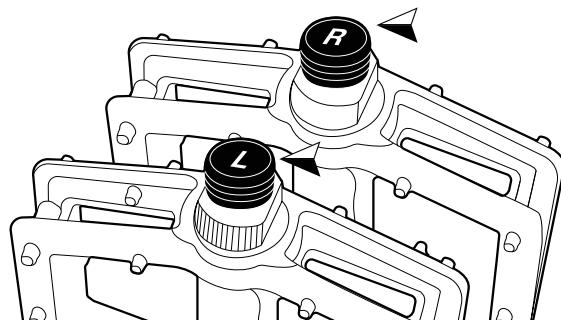

Figure 13. Repère «R» (Right = Droite) et «L» (Left = Gauche)
2. Vissez la pédale de droite (repère « R ») sur la pédale, pédale sans rainures, voir *Figure 13*) dans le sens des aiguilles d'une montre sur la manivelle côté plateau du pédalier.
3. Visser la pédale de gauche (repère « L ») sur la pédale, pédale avec rainures voir *Figure 13*) dans le sens inverse des aiguilles d'une montre sur la manivelle gauche.